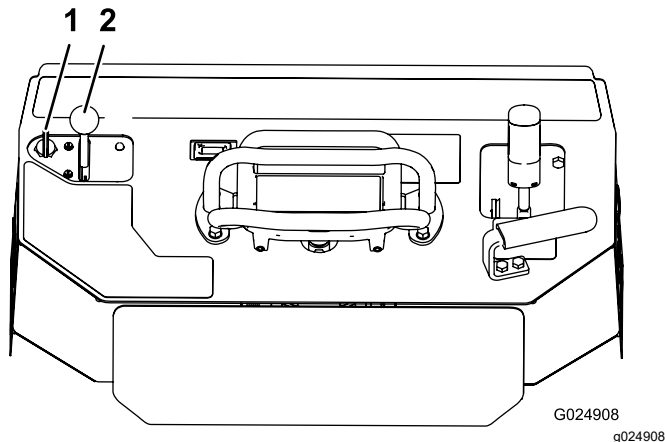

図 18
1. スロットルレバーを低速と高速の中間位置にセットする **図 18**。
2. キーを ON 位置に回す (**図 18**)。エンジンが始動したら、キーから手を離してください。
3. スロットルレバーを希望位置にセットする **図 18**。